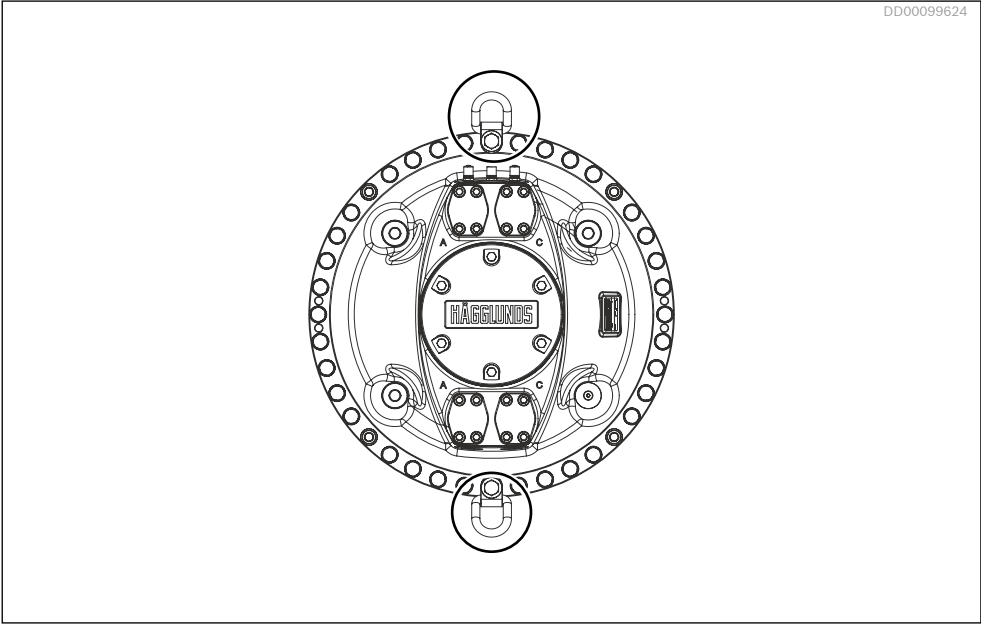

Рис. 4. Подъемные проушины на моторе
- Убедитесь в том, что используются подходящие подъемные проушины. См. Рис. 4 и Таблица 5.